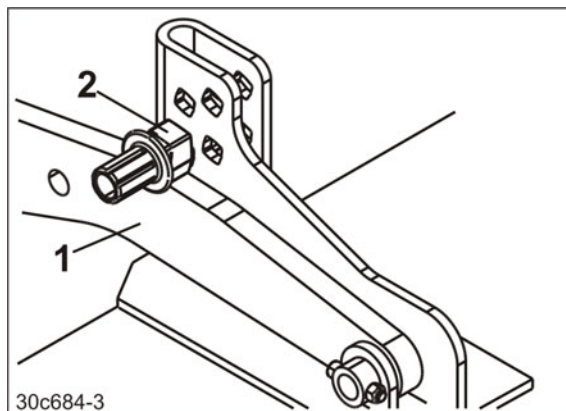

Fig. 84
- Bæreammene (Fig. 84/1) støtter sig på dybdereguleringsboltene (Fig. 84/2).